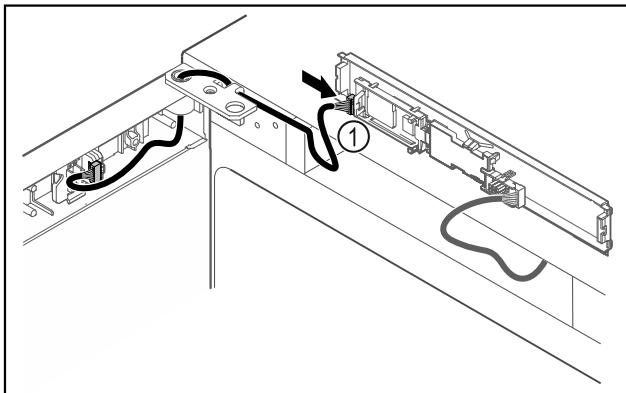

Fig. 46
- Ikiškite kištuką į plokštę Fig. 46 (1).